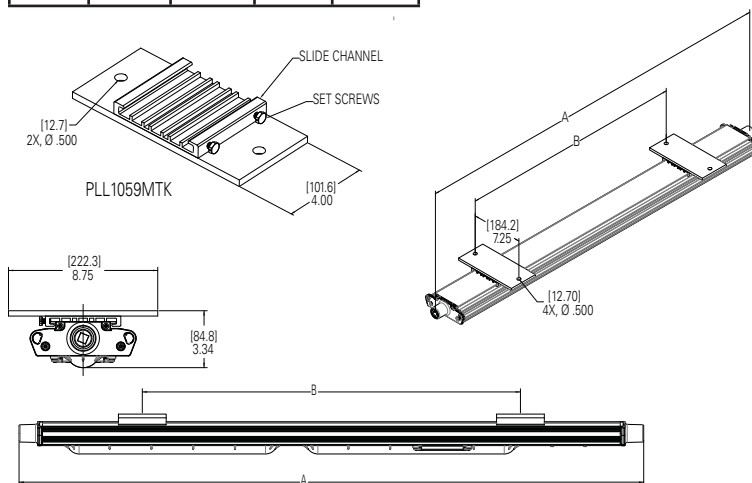

Figure 11
2. Marquer et percer les trous pour fixer les supports PLL1059MTK. Utiliser quatre (4) boulons de 3/8 po (non inclus) pour prendre les mesures centre à centre (voir la figure 11). Espacer les trous des supports PLL1059MTK au besoin. Les supports doivent être espacés d'au moins 305 mm (12 po) (voir la figure 11).
3. Le luminaire peut maintenant être installé. Il est fortement recommandé que deux (2) techniciens qualifiés fassent le montage final du luminaire, afin d'éviter des blessures corporelles ou des dommages au luminaire.
5. Serrer les quatre (4) vis de pression de 1/4 po sur les supports coulissants jusqu'à quelles viennent en butée (voir la figure 11). Serrer avec un couple de 8,8 N.m. (78 lb-po).